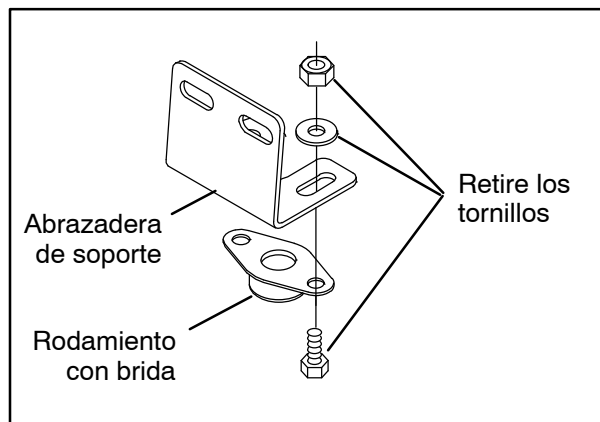

FIG. 30
29. Retire el rodamiento con brida de la abrazadera de soporte. Aparte el rodamiento y los tornillos. Deseche la abrazadera de soporte. (Fig. 30)